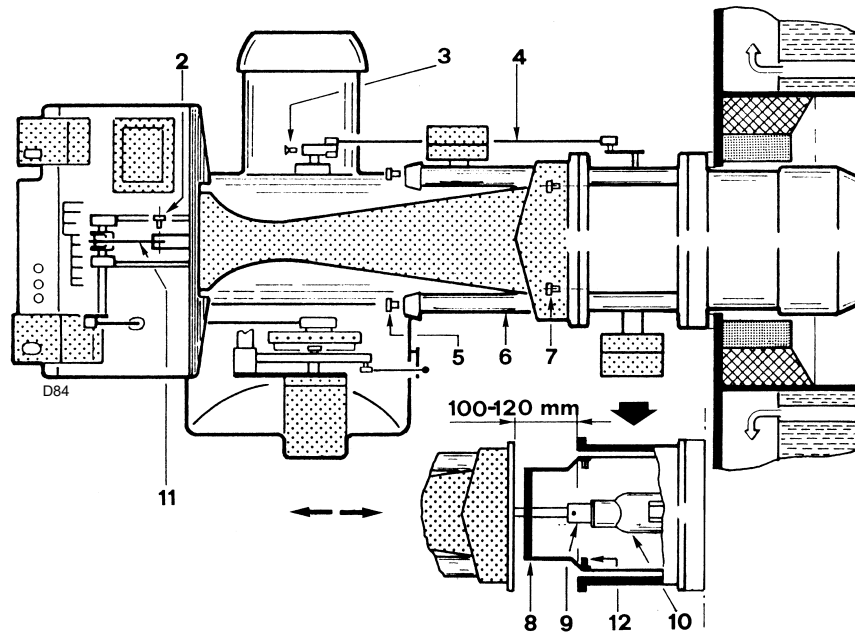

Fig. 36
- Retirer les vis 7)(Fig. 36) de fixation du ventilateur 3) au manchon 4).